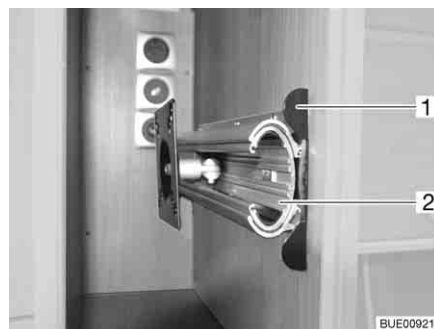

Fig. 65 Supporto nel mobiletto porta TV
- Premere verso l'interno il listello di sblocco (Fig. 65,1).
- Estrarre interamente la base estraibile (Fig. 65,2).
- Inserire la base estraibile Fig. 65,2), finché il listello di sblocco (Fig. 65,1) non si arresta a scatto.